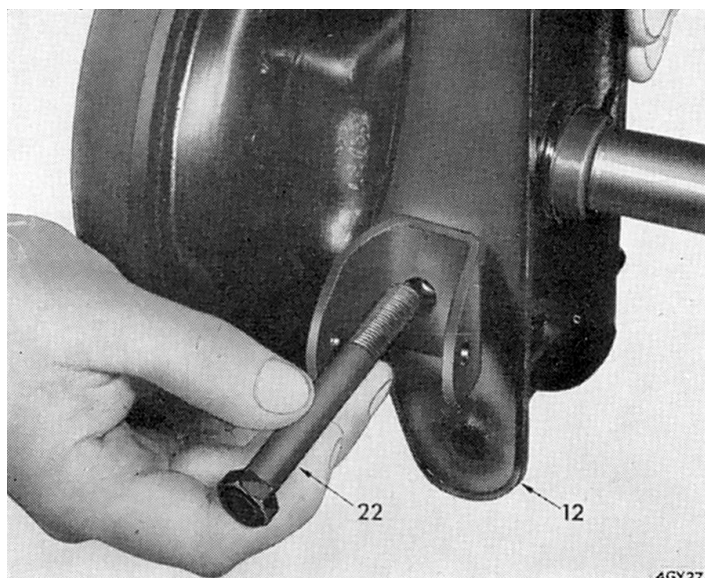
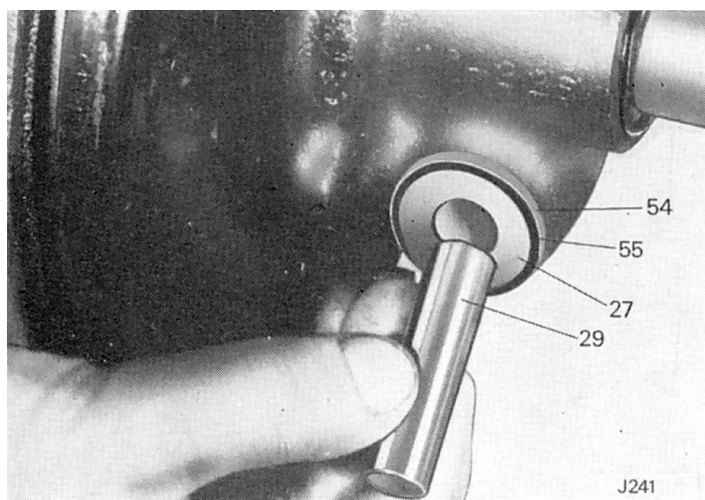

Fig. 52. Dépose du boulon pivot du tourillon
Fig. 53. Dépose du coussinet d'acier des bagues en nylon du tourillon
3. Enlever l'amortisseur (9), abaisser et enlever le cric.
4. En soutenant l'ensemble de frein, enlever le boulon (46) de l'extrémité du ressort de suspension et placer l'ensemble frein/arbre de roue sur un établi dégagé.
5. Enlever le boulon (31) Fig. 52, et retirer le pivot de fusée (10) du tourillon (26). Enlever le coussinet d'acier (29) (Fig. 53).